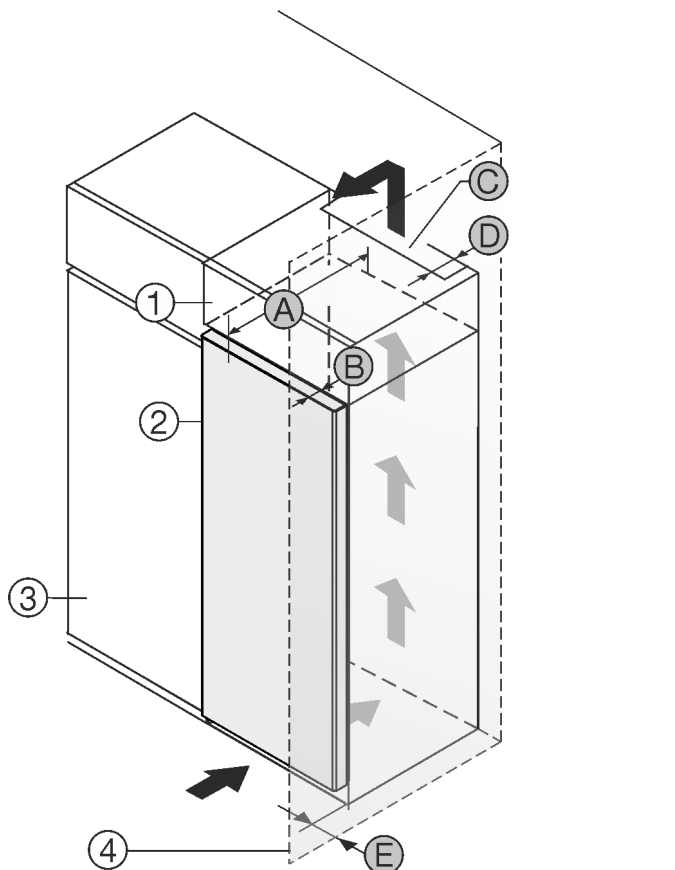

Fig. 1
- (1) Överskåp *
- (2) Apparät *
- (3) Köksskåp *
- (4) Vegg *
- (A) Apparatusens djup *
- (B) Dörrens djup *
- (C) Ventilationsarea *
- (D) Avstånd, skåpets baksida *
- (E) Avstånd, skåpets sida *
Du kan ställa apparaten direkt bredvid köksskåpet Fig. 1 (3).*
Bakom överskåpet måste det finnas en luftspalt med djupet Fig. 1 (D) längs hela överskåpets bredd.*
Under taket måste angiven ventilationsprofil Fig. 1 (C) följas.*
Om du placerar apparaten med gångjärnen bredvid en vägg Fig. 1 (4) måste avståndet mellan apparaten och väggen vara minst 13 mm.*
Om du placerar apparaten med gångjärnen bredvid en vägg Fig. 1 (4) måste avståndet mellan apparaten och väggen vara minst 20 mm.*
För att dörren ska kunna öppnas helt måste apparaten sticka ut från köksskåpets front med samma mått som dörrens djup Fig. 1 (B). Beroende på köksskåpens Fig. 1 (3) djup och om väggavståndshållare används kan skåpet skjuta ut ännu mer.*